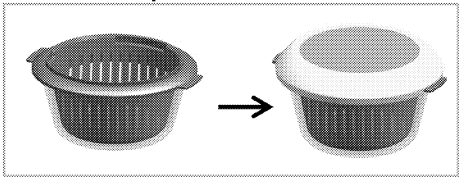

Figura 1: posición para la fabricación del queso
- Colocar el filtro en el recipiente de vidrio como se muestra en la figura 1.
- Dependiendo de la receta, cierre la tapa del accesorio (Figura 1).